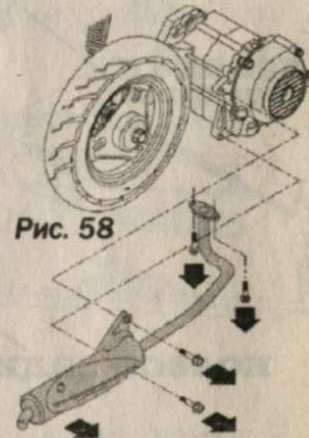

Рис. 58
- Отсоединить выхлопную трубу (рис. 58).